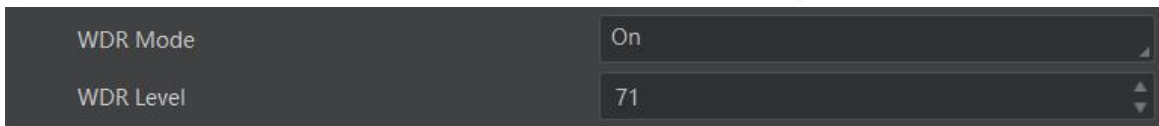

图7-26 WDR Level 设置
- 当 *WDR Mode* 参数选择 *on* 时，宽动态模式打开，通过 *WDR Level* 参数对 WDR 的效果进行设置，如图 7-26 所示。